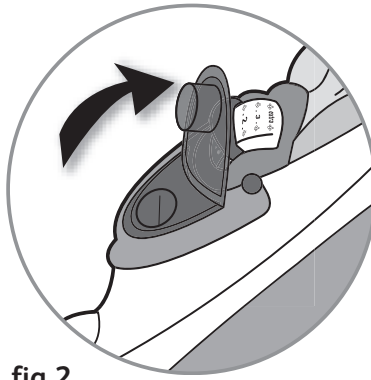
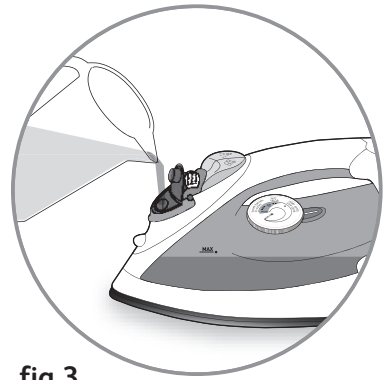

fig 2
fig 3
- Öffnen Sie die Einfüllöffnung des Wasserbehälters (Abb. 2), stellen Sie das Bügeleisen flach hin und befüllen Sie es (Abb. 3).